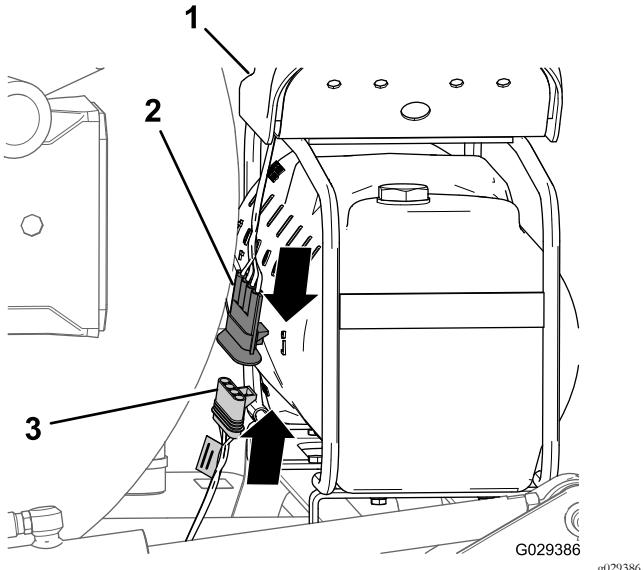

Figura 120
- No final da secção de 236 cm da cablagem, alinhe o conector de quatro tomadas da cablagem do kit de acabamento com o conector de quatro pinos da cablagem do compressor (Figura 120).
- Instale o conector de quatro pinos no conector de quatro tomadas (Figura 120).